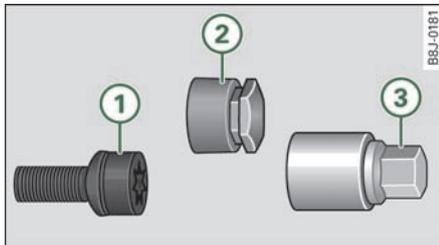

图 256 带封盖和适配接头的防盗车轮螺栓
- 用塑料夹（在随车工具内）将封盖*=>图 256 ② 拉下。
- 将适配接头 ③ 插入防盗车轮螺栓 ① 内并插到底。
- 将车轮扳手套到适配接头 ③ 上并推到底。